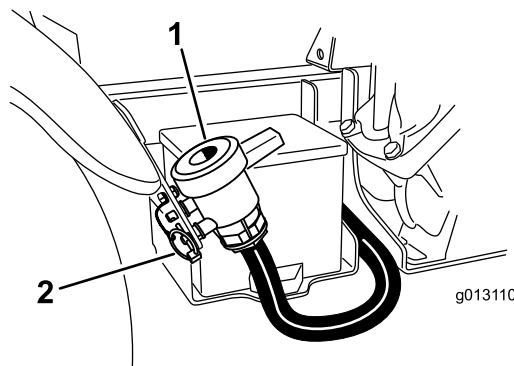

Figure 27
2. Trouvez l'emplacement du robinet de vidange de la cuve du côté droit de la machine (Figure 27). Le robinet se trouve sur le support d'aile, près de la batterie.